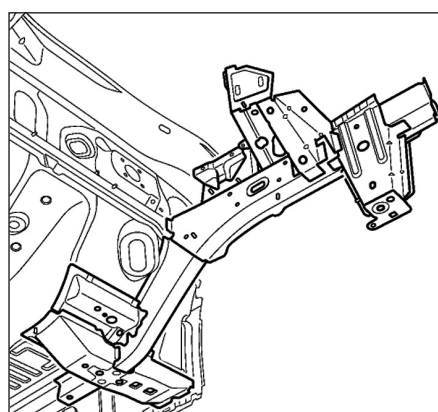

FIG.6
- Respecter les lignes de coupe (Fig.6).